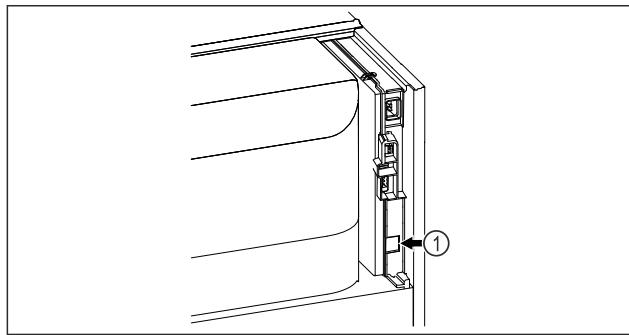

Fig. 140
- SmartModule Fig. 140 (1) ist eingesetzt.